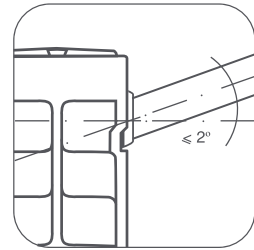

рис. 3
**!** *Во избежание аварии допустимо отклонение оси коллектора радиатора от подводящих труб не более  $2^\circ$  (рис. 3).*